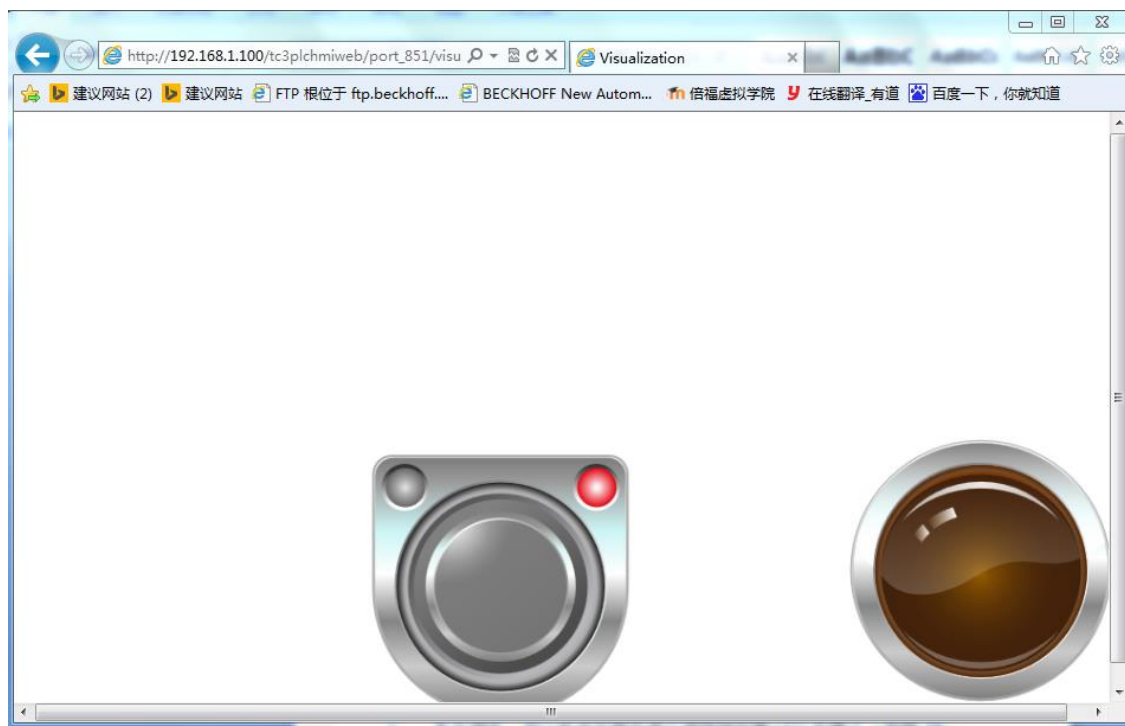

图 7 按钮弹起，LED 未亮
(5) 本实例中，在执行样例程序的电脑，或者其他任意电脑的浏览器，输入网址进入网页，在该网页中可用按钮控制 LED 的亮灭（如图 7，8 所示）。